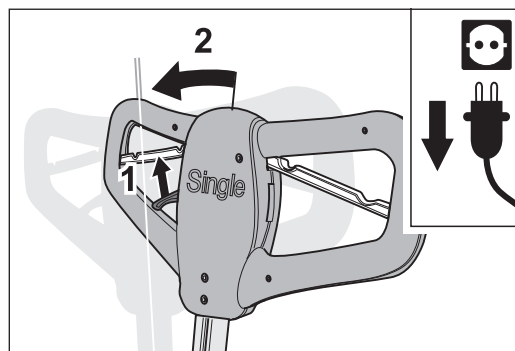

Fig. 31 Accionamiento de la palanca reguladora para liberar el bloqueo y ajuste en altura del mango hasta el tope.
- 2 Accione la palanca reguladora en el asa para liberar el bloqueo del mango y empuje el mango hasta el tope más allá de la posición vertical (fig. 31).**